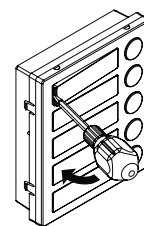

Fig. 5
- Faites levier avec le tournevis comme indiqué sur **Fig. 5** pour retirer le porte-étiquette (attention à ne pas bosseler la plaque) ;